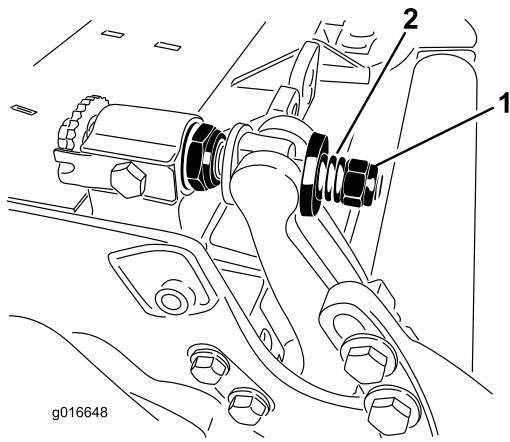

図 34
4. スプリングがつぶれるまでテンションナットを締め、そこから半回転戻す 図 34。